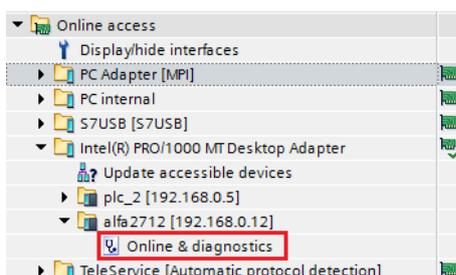

Figura 87 – Acesso aos parâmetros de configuração
3. Selecione o modo “Online & diagnostics” para acessar os parâmetros Figura 87;